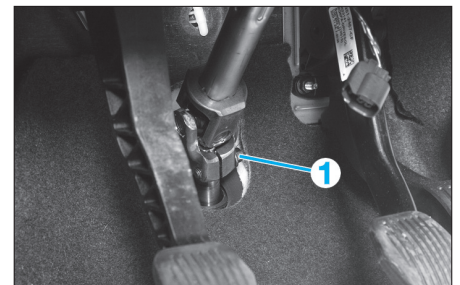

FIG. 10
- Desserrer la vis de fixation de colonne de direction sur la crémaillère (1) (Fig.10).